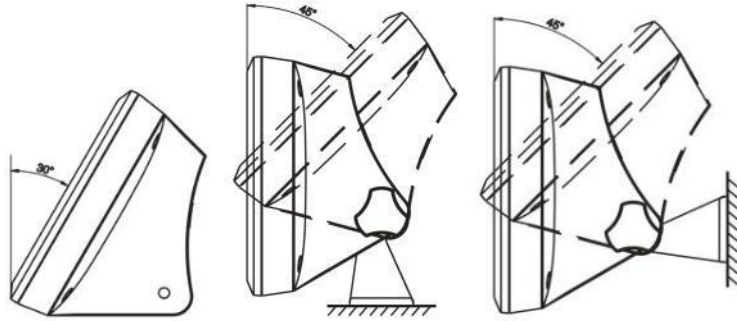

Abbildung 2-6: Einstellung der Halterung zur Montage an einer Wand oder einer Säule
5. Mit der Halterung sind verschiedene Einstellungen möglich, siehe Abbildung 2-6.